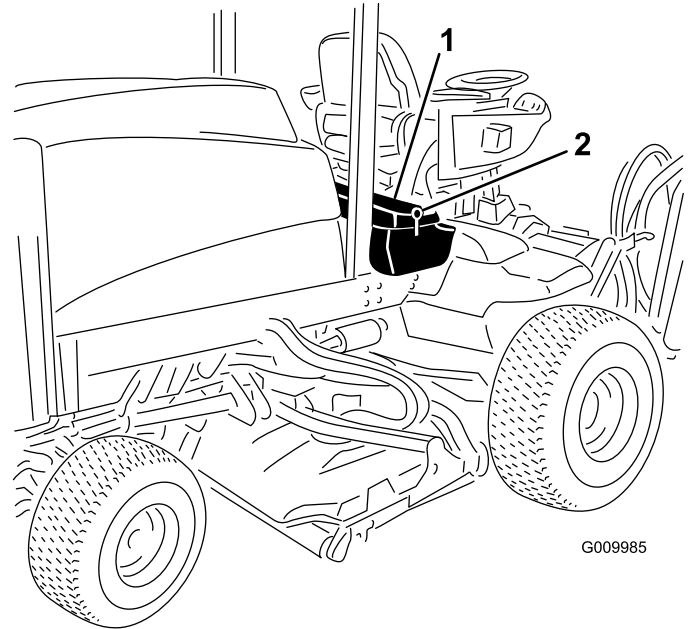

Bild 92
1. Entriegeln und heben Sie die Abdeckung der Bedienerkonsole hoch (Bild 92).